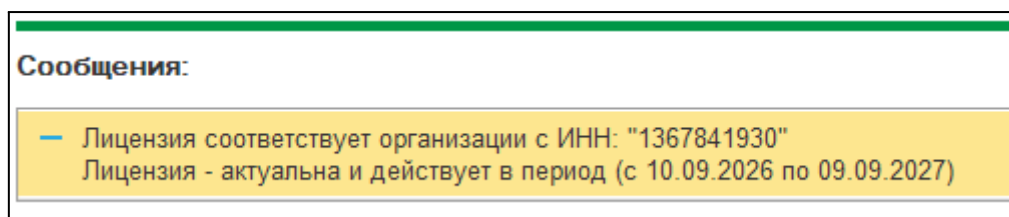

Рис. 84. Сообщение о проверке лицензионного ключа
4. Нажмите «Проверить лицензионный ключ». Внизу окна 1С появится сообщение о проверке ключа и сроке его действия (рис. 84).